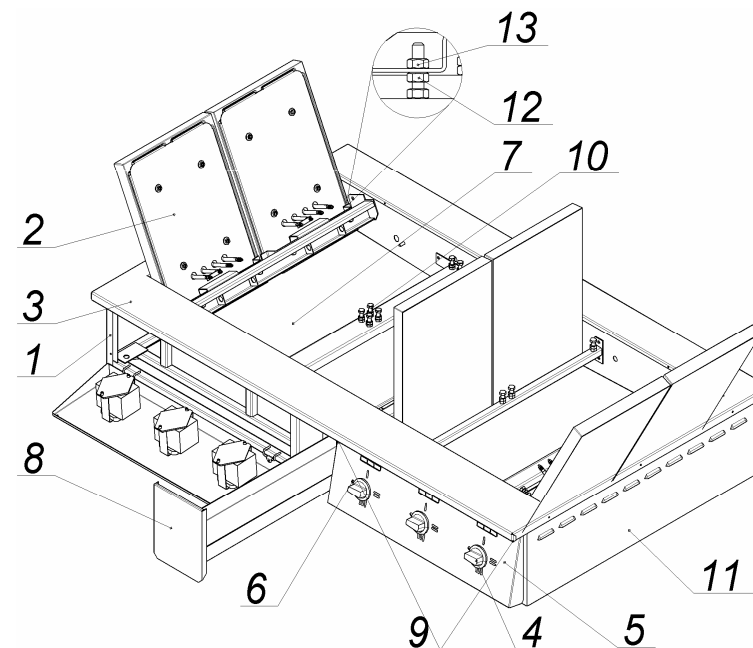
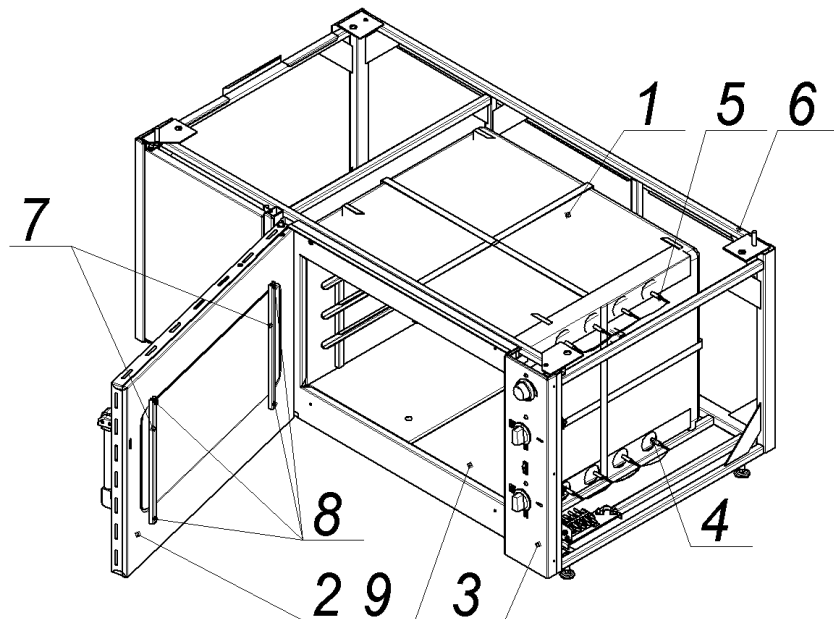

Рис. 2
Рис.3
4.3 Собственно плита (рис.2) установлена на каркасную раму жарочного шкафа (рис.3. поз.6) и состоит из каркаса (поз.1), с закрепленными на нем шестью конфорками (поз.2), столом (поз.3), облицовочными (поз.11) и лицевыми панелями (поз.5).
4.4 Жарочный шкаф представляет каркасную раму (рис.3, поз.6), в которую вмонтирована тепловая (рабочая) камера (рис.3 поз.1), закрываемая дверкой (рис.3, поз.2) и панель управления (рис.3, поз.3).
- Снять панель управления (рис.3, поз.3) или снять правую облицовочную панель (рис.1, поз.4);
- Снять панель управления (рис.3, поз.3) или правую облицовочную панель (рис.1, поз.4);
- эксплуатировать плиту без лотка (рис.2, поз.8);
- Открыть дверку и вынуть из камеры подовые короба (рис.3, поз.9);